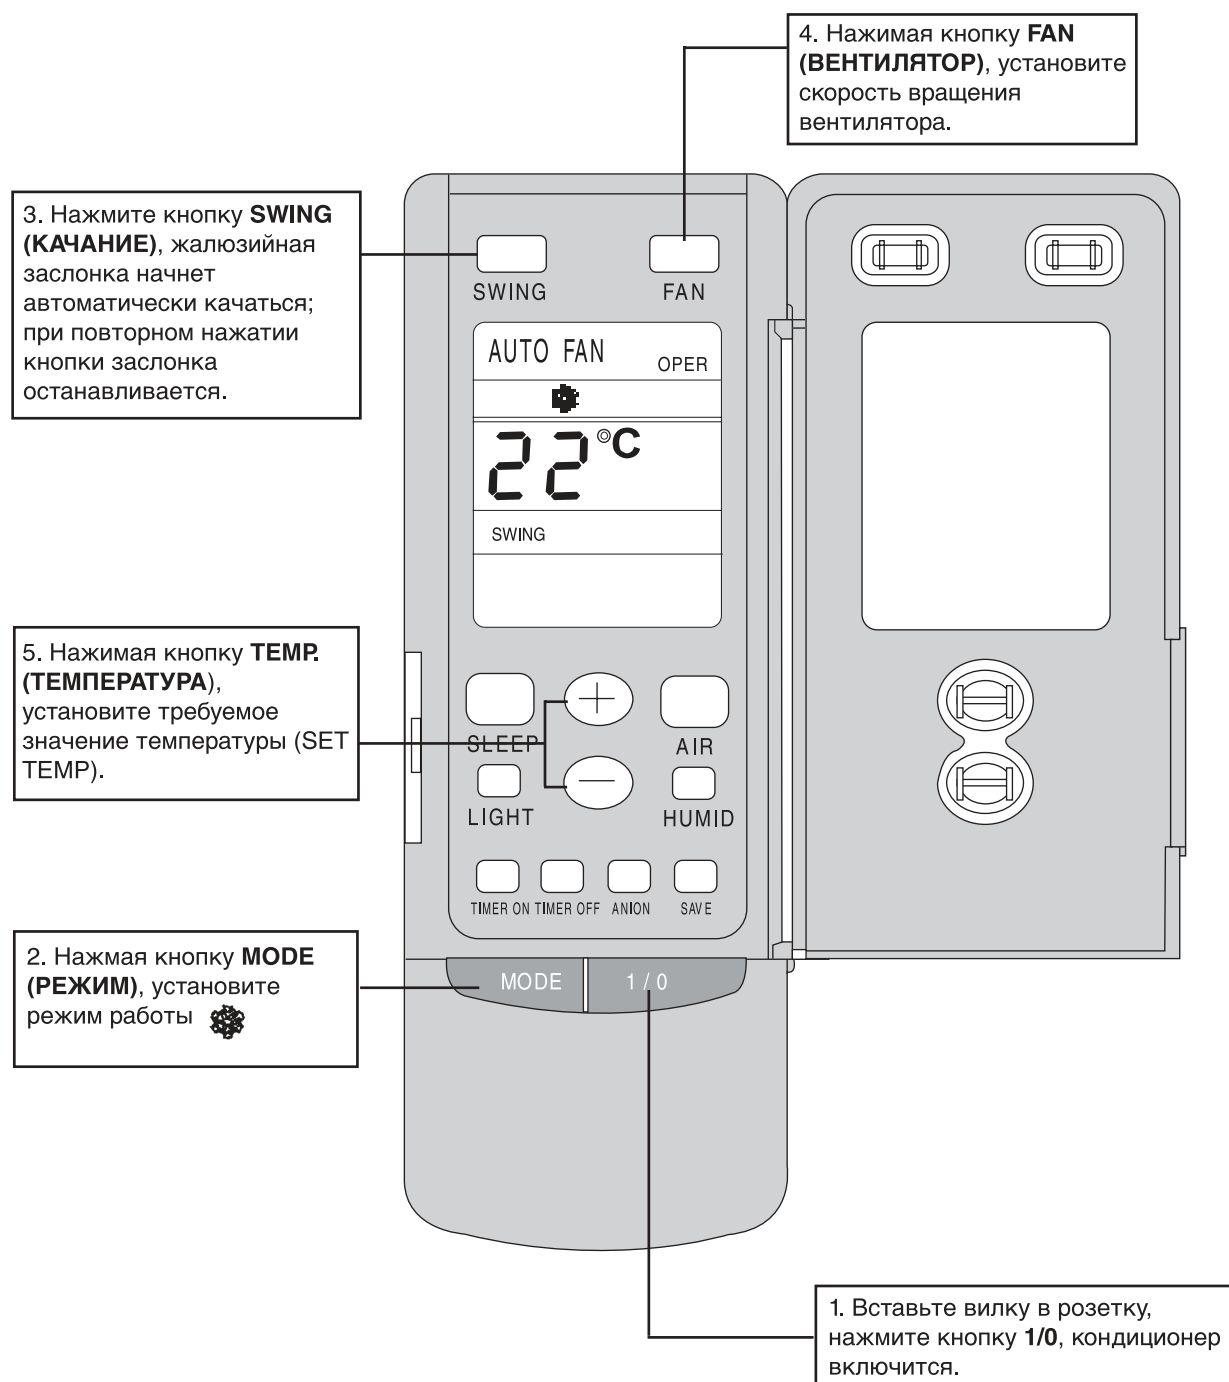

Рис. 3.3
3.1.3 Работа в режиме ОХЛАЖДЕНИЕ (рис. 3.3).